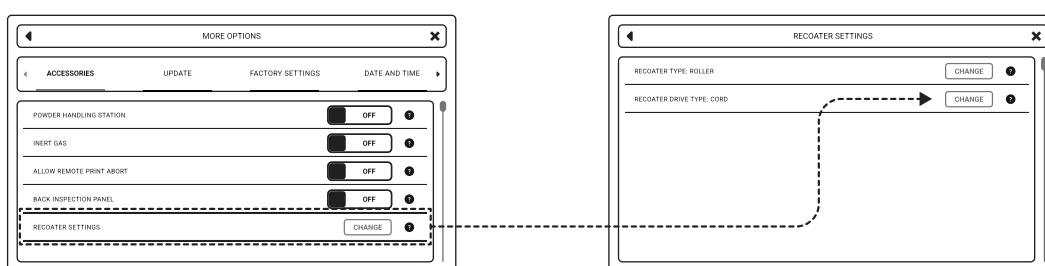

Abb. 18 Aktivieren des Recoater Strips, Teil 1.
1. An den Bildschirm drücke **SETTINGS**, dann **MORE OPTIONS** und endlich **RECOATER SETTINGS** (Abb. 18).
3. Wähle **RECOATER DRIVE TYPE**, dann drücke **CHANGE** (Abb. 18).